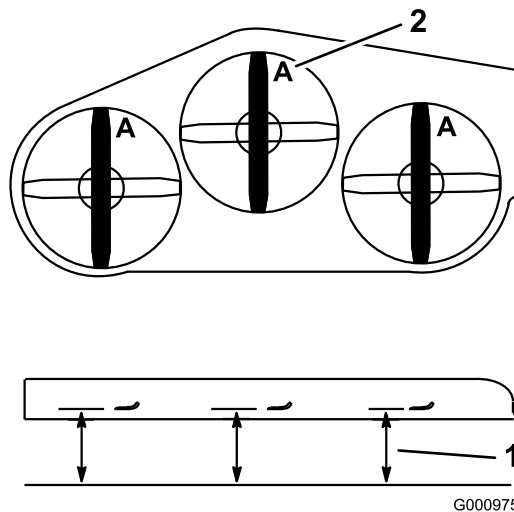

Figure 98
3. Tournez les lames dans le sens longitudinal (Figure 98). Mesurez la distance entre la surface plane et le tranchant (position A) des lames (Figure 98). Notez cette valeur.